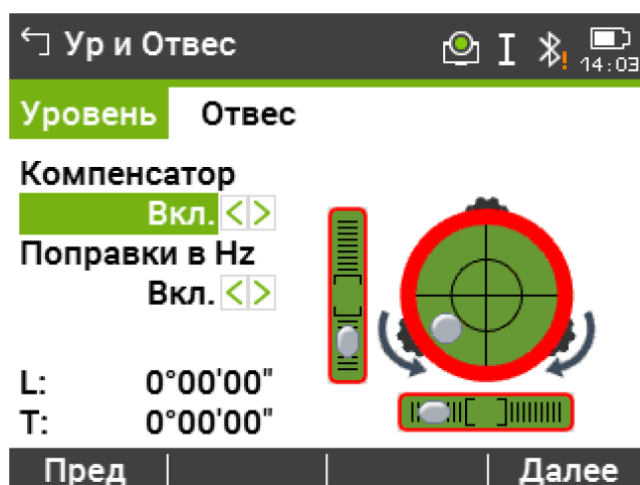

Рисунок 15 – Электронный уровень первой оси
4. Приведите электронный уровень в нульпункт по первой оси, вращая два подъемных винта. Стрелки подсказывают направление вращения подъемных винтов. Первая ось отгоризонтирована, когда пузырек расположен между квадратными скобками [] соответствующей оси цилиндра (рисунок 15).